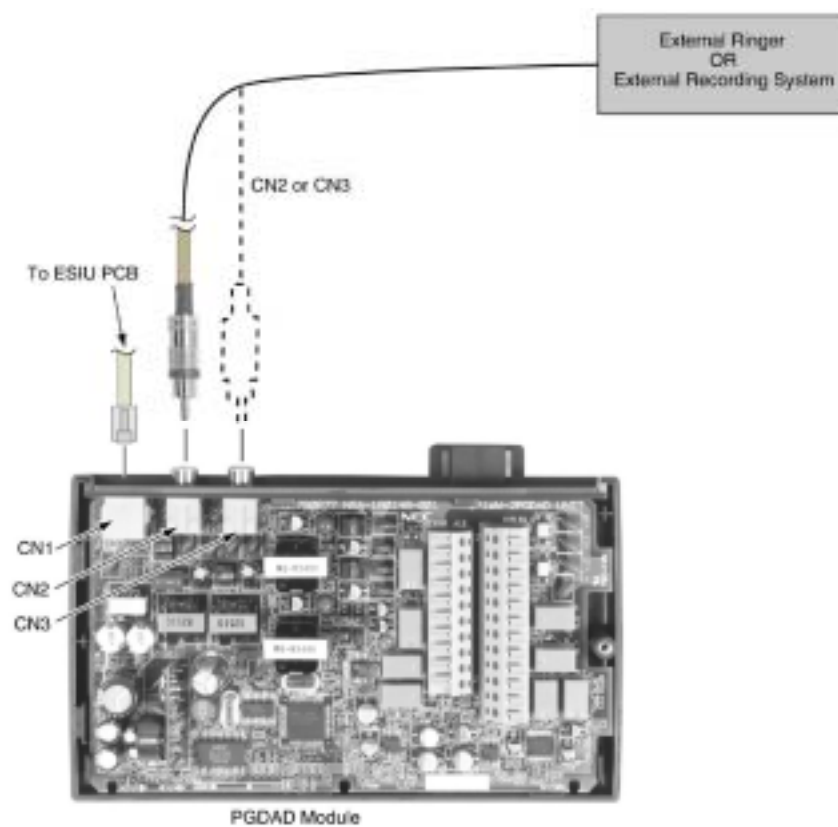

图 6-15 2PGDAD 适配器缆线连接
8. 连接缆线的另一端到外部录音系统或外接铃（参考“图 6-15”）。